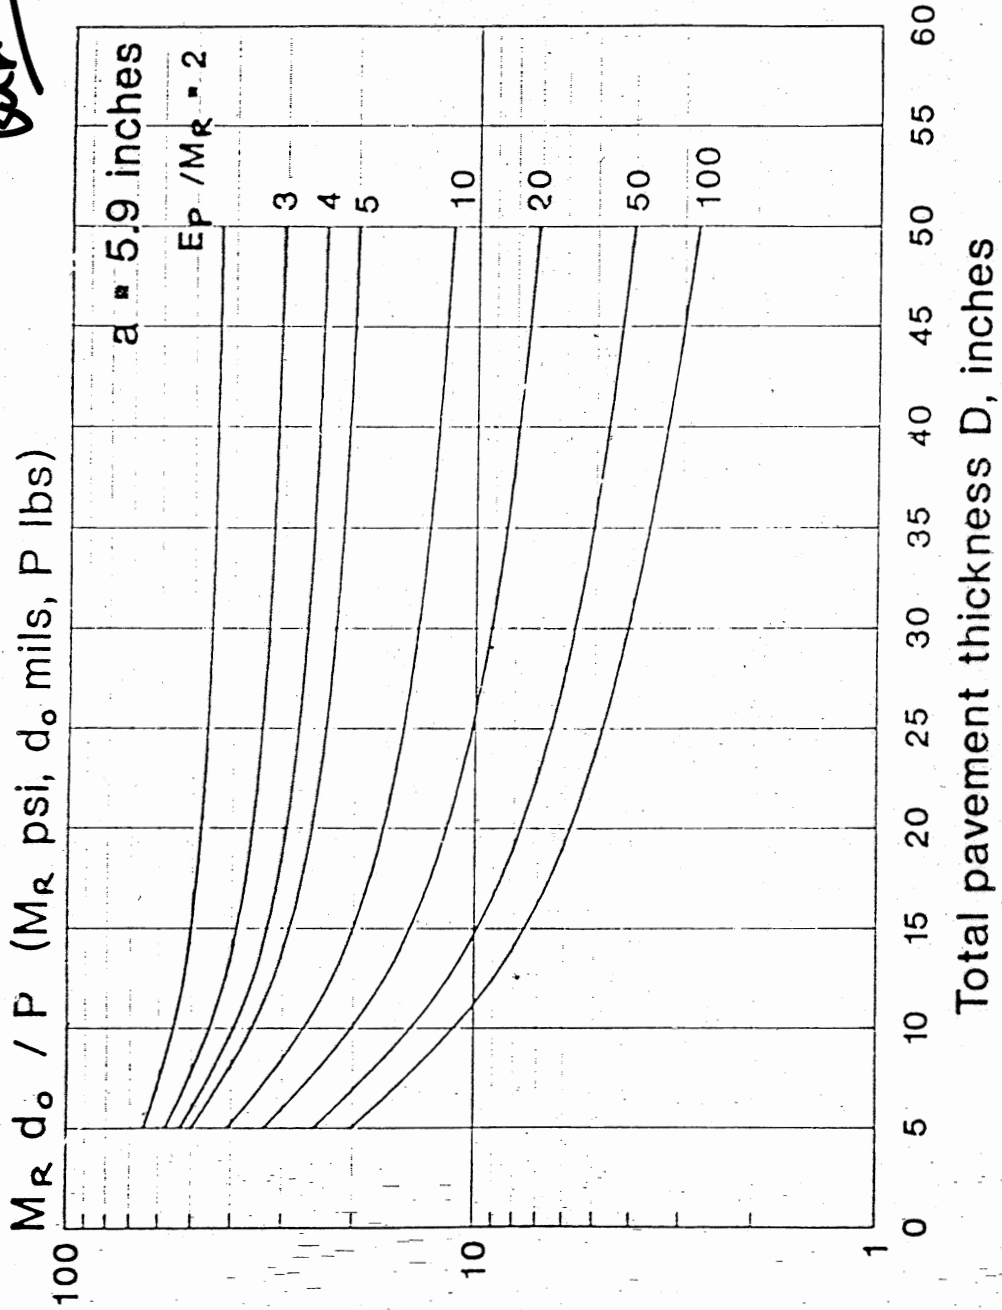

Figure 5.5. Determination of E_p / M_r
(1) * M_R \Rightarrow 由 Figure 5.5 $\rightarrow E_p / M_R \rightarrow$ 求 $E_p = ?$
由 Figure 5.5 $\rightarrow E_p / M_R \rightarrow$ 求 $E_p = ?$